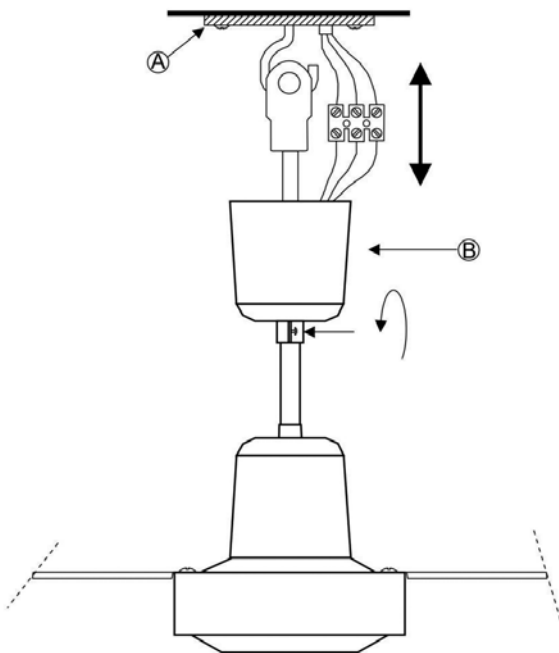

Fig. 6
2.- Destornille los dos tornillos situados en la base de la copa decorativa y podrá acceder mas fácilmente al punto de anclaje y a la regleta de conexión. Cuelgue el conjunto motor más soporte **(B)** en el gancho del soporte gancho **(A)** (previamente fijada en el techo). **(Fig. 6)**